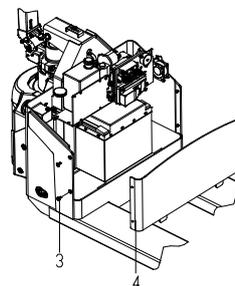

Рис. 12
- (Рис.12) Выкрутите винт 3 и снимите заднюю крышку корпуса 4;